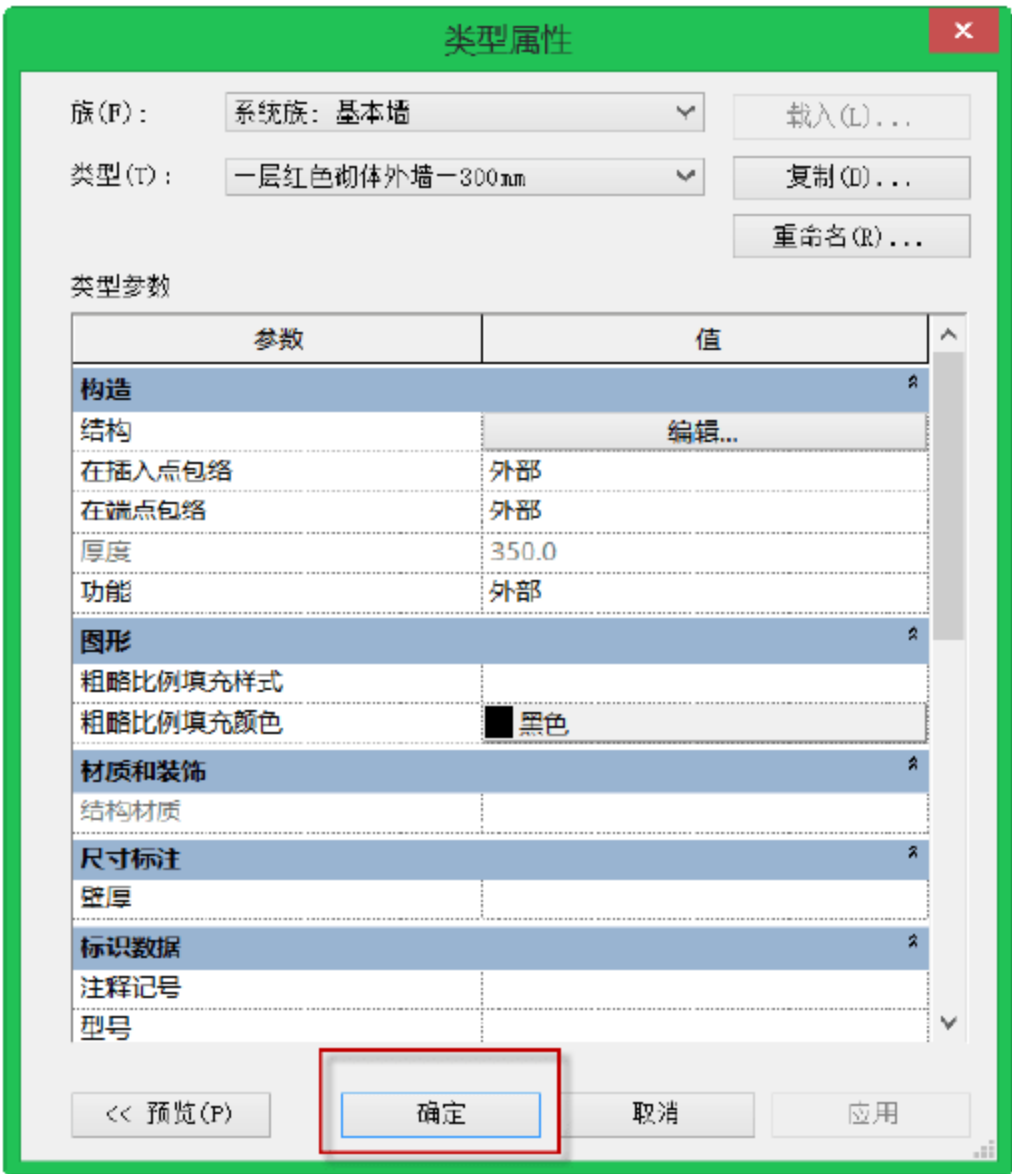

图 10.1.12 完成“一层红色砌体外墙-300mm”族类型定义
(11) 完成“一层红色砌体外墙-300mm”族类型定义。在“类型属性”对话框中，单击“确定”按钮，如图 10.1.12 所示，这样就完成了“一层红色砌体外墙-300mm”族类型定义。